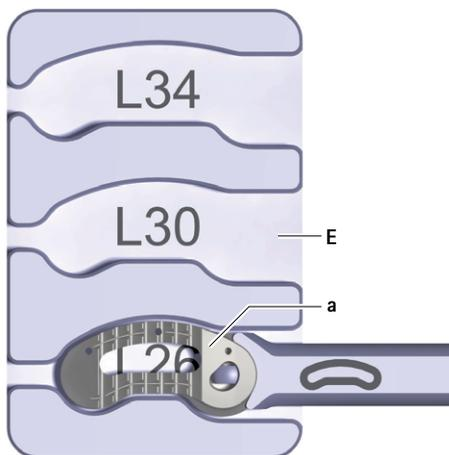

Fig. 9 Implante en el soporte de llenado
- ▶ Coloque el implante **a** en el soporte de llenado **E**, ver Fig. 9. Tenga en cuenta la longitud del implante (inscripción situada en el soporte de llenado: L26/L30/L34).